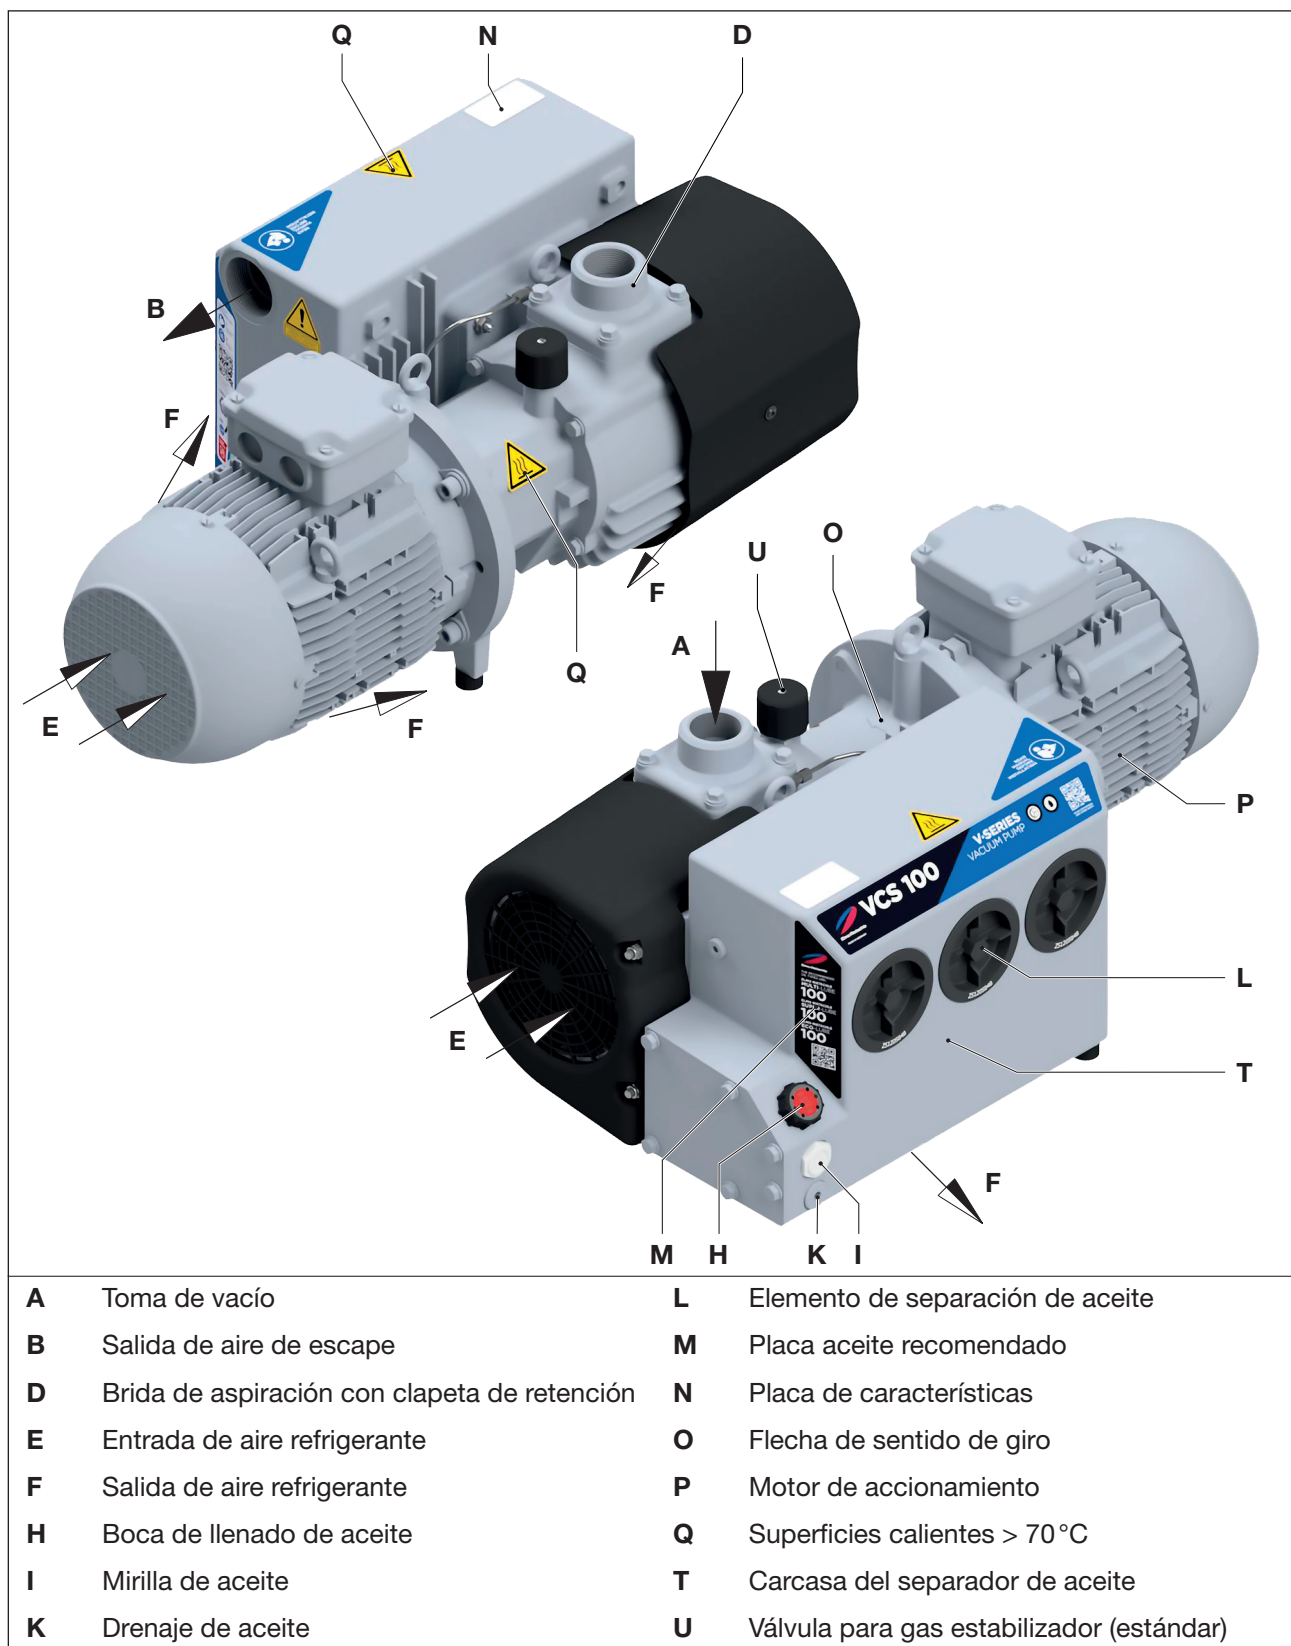

Fig. 2 Bomba de vacío V-VCS 100 / 150
Una válvula de serie para gas estabilizador (Fig. 2/U) evita la condensación de pequeñas cantidades de vapor de agua en el interior de la bomba mientras esta aún está caliente. La compatibilidad con vapor acuoso puede variar según cada modelo de bomba (véase la hoja informativa I200).
- La brida de aspiración (Fig. 2/D), la boca de llenado de aceite (Fig. 2/H), la mirilla de aceite (Fig. 2/I), el drenaje de aceite (Fig. 2/K), la válvula del gas estabilizador (Fig. 2/U) y la carcasa del separador de aceite (Fig. 2/T) deben ser fácilmente accesibles.
La conexión de vacío (Fig. 2/A) se encuentra en la brida de aspiración (Fig. 2/D).
- Retirar los tapones ciegos de la conexión de aspiración (Fig. 2/A) y de la salida del aire de escape (Fig. 2/B).
- Conectar la tubería a la conexión de vacío (Fig. 2/A).
- El aire aspirado puede expulsarse por la salida del aire de escape (Fig. 2/B) o a través del tubo flexible o la tubería.